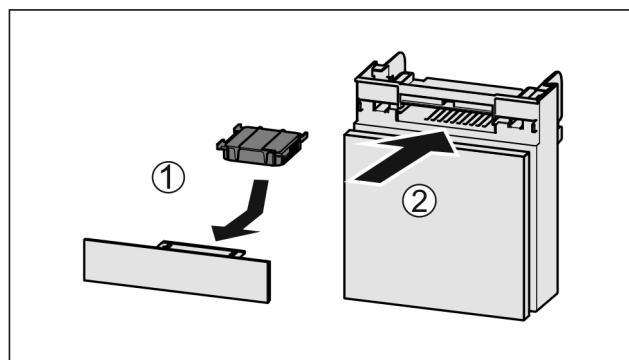

Fig. 117
- ▶ Вставити фільтр з активованого вугілля за малюнком Fig. 117 (1).
- ▶ Вставити відділення Fig. 117 (2).